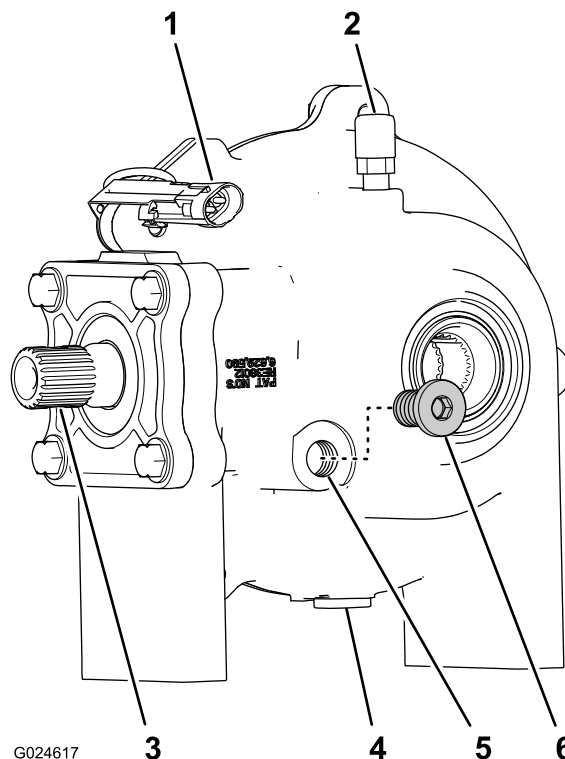
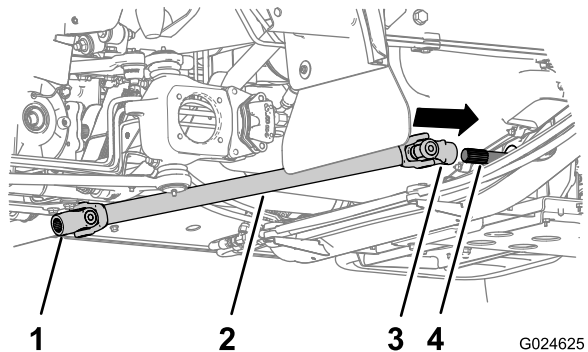

Figura 25
Figura 28
1. Poggiate il differenziale anteriore su una superficie piana (Figura 25).
2. Rimuovete il tappo spia dal relativo foro nella scatola del differenziale (Figura 25).
Nota: Il livello dell'olio nel differenziale dovrebbe raggiungere la parte inferiore della filettatura nel foro del tappo spia (Figura 25).
- Se il livello dell'olio è basso, rabboccare lentamente l'olio specificato nel differenziale attraverso il foro del tappo spia (Figura 25).
- Se il livello dell'olio è alto, lasciate che l'olio in eccesso spurghi dal foro del tappo spia (Figura 25).
3. Installate il tappo spia nell'apposito foro del differenziale (Figura 25).
1. Pulite le scanalature sull'albero di uscita anteriore della trasmissione e sull'albero di ingresso del differenziale (Figura 25 e Figura 28).
2. Applicare con un pennello uno strato di preparato antigrippaggio sulle scanalature dell'albero di ingresso del differenziale (Figura 28).
3. Allineate le scanalature della forcella scorrevole sull'albero di trasmissione con le scanalature dell'albero di uscita anteriore della trasmissione (Figura 28).
4. Fate scivolare il giunto cardanico sull'albero di uscita e spostate il giunto cardanico all'indietro (Figura 28).